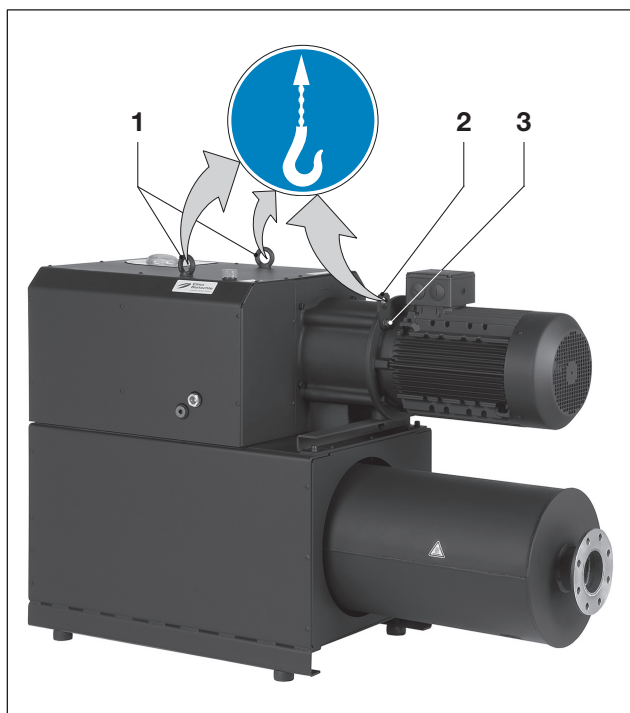

Fig. 1 Elevación y transporte
- a) Apretar bien las armellas (fig. 1/1) y el tornillo de fijación (fig. 1/3) en la brida de transporte.